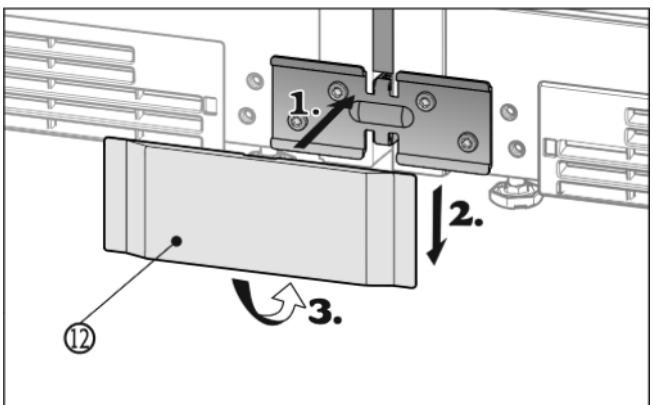

Fig. 16
- ▶ Die untere Abdeckung Fig. 16 (12) von vorne auf den Winkel aufsetzen (1), runterschieben (2) und unten einrasten (3).